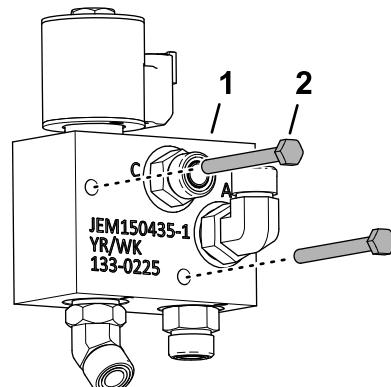

Figure 15
1. Vissez les 2 boulons (1/4" x 2 $\frac{1}{2}$ ") dans le corps de la vanne à faible débit, comme montré à la Figure 15.